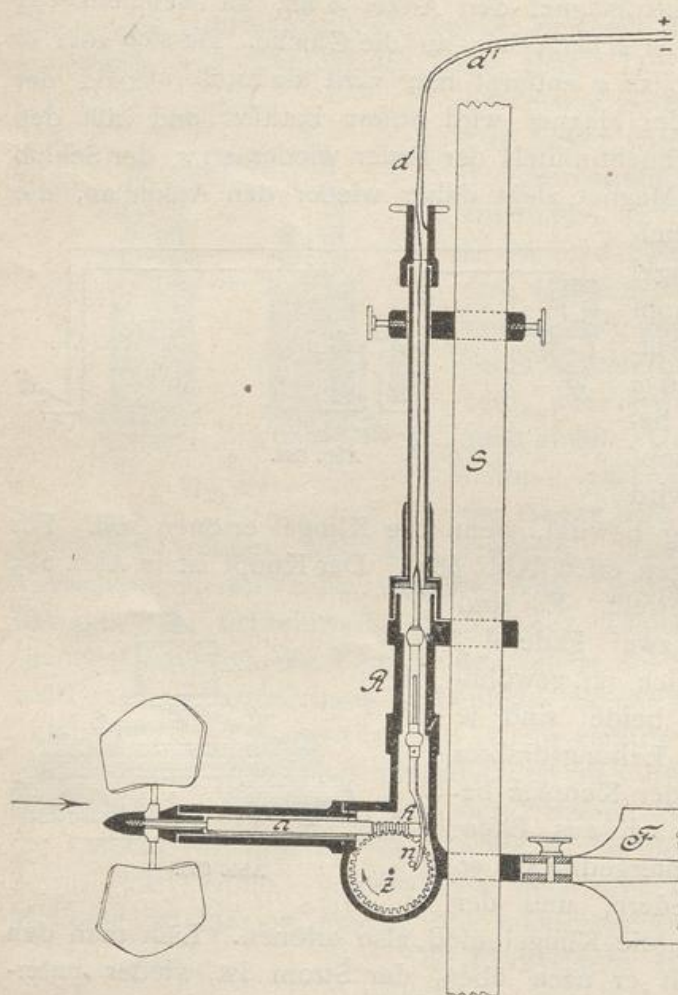

Abb. 686.
7. Elektrische Meßflügel. Abb. 686 zeigt die allgemeine Einrichtung eines Meßflügels für Wassergeschwindigkeitsmessungen. Ein solcher wird meistens von einem Fahrzeug (zwei überbauten Kähnen) gehandhabt. Er besteht aus vier messingenen Flügeln an einer Drehachse, die ähnlich wie bei einer Windmühle oder wie bei einer Schiffschraube gestellt sind. (In Abb. 686 sind nur zwei Flügel gezeichnet.) Die wagerechte Drehachse a sitzt in einem Messinggehäuse, auf welchem ein senkrecht Rohr R aufsitzt. Der Flügel wird beim Messen an einer Stange auf eine bestimmte Tiefe hinuntergelassen, wo eben die Stromgeschwindigkeit gemessen werden soll. Stößt der Strom gegen die Flügel, so drehen sie sich, und zwar um so schneller, je größer die Stromgeschwindigkeit ist, also in einer Sekunde mehrmals herum. An der Achse a sitzen Schraubenwindungen, in welche die Zähne eines Zähl-
F in Abb. 686 bedeutet eine Fahne (Steuer), die am Flügelgehäuse fest sitzt und sich gleichlaufend mit der Stromrichtung, die Flügel also rechtwinklig zur Stromrichtung einstellt. [Wesentlicher ist aber oft die genaue Einstellung der Flügelachse rechtwinklig zum Flußquerschnitt (Meßquerschnitt), während die Stromrichtung nicht immer rechtwinklig zu diesem liegt.]